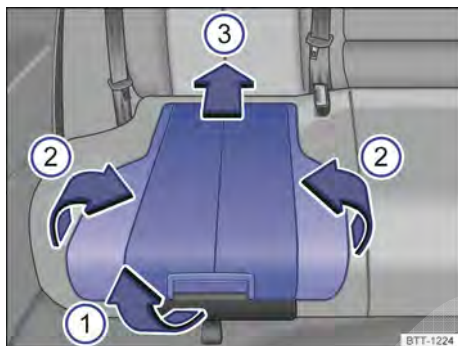

Fig. 31 Cadeira de criança integrada: posicionar o estofamento e o apoio do banco.
- Puxar o estofamento do banco na alavanca de destravamento → Fig. 31 ❶ para frente no sentido da seta.
- Pressionar o estofamento do banco ❸ para trás no sentido da seta até engatar.
- Rebater os dois apoios laterais do banco ❷ para cima no sentido da seta.